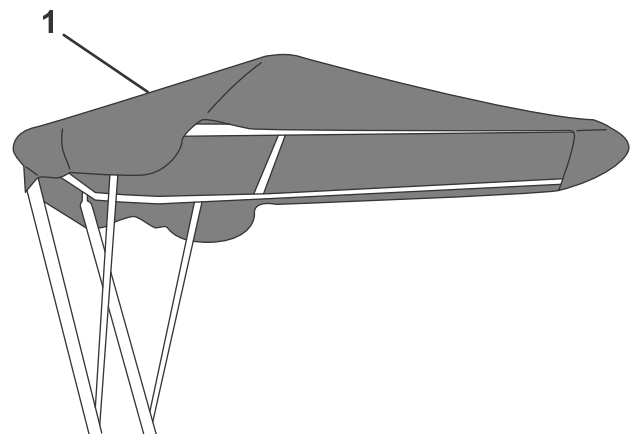

**Bild 4**
13. Befestigen Sie das hintere Gitter am Heckbügel und an den Pfosten (Bild 4).